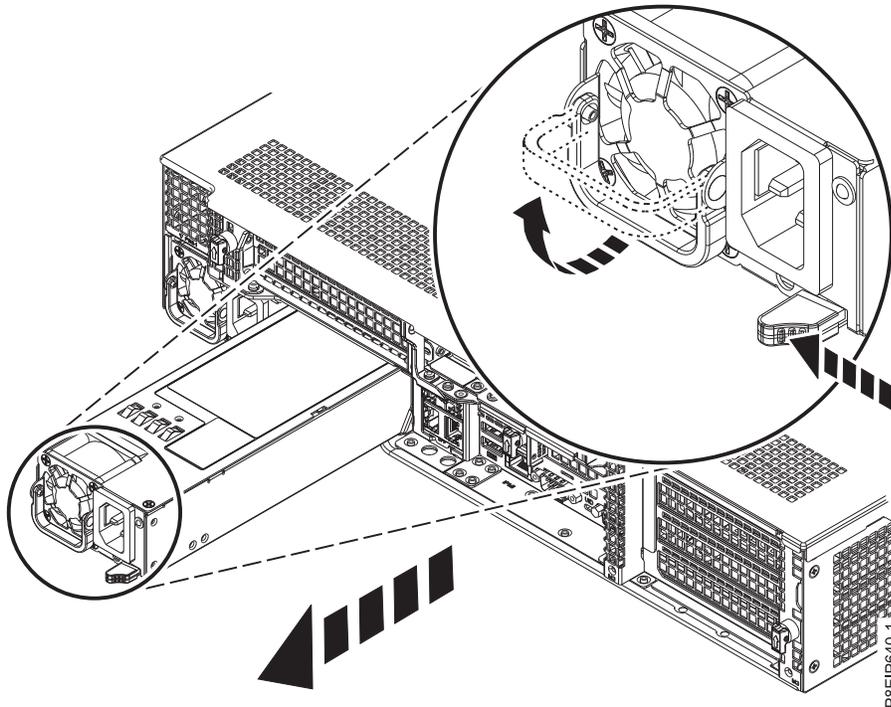

Abbildung 70. Ausbau eines Netzteils aus dem System
- a. Um das Netzteil aus seiner Position im System zu lösen, drücken Sie die Sperrzunge nach links (siehe Abb. 70).